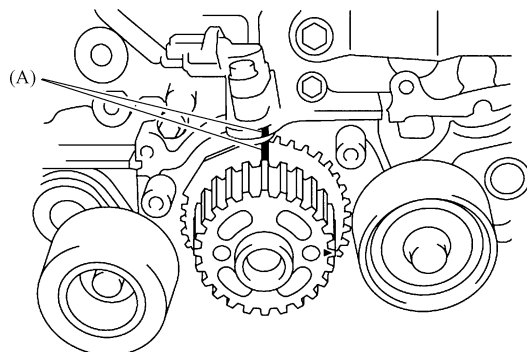

图 27-64 对齐定位标记
① 把曲轴链轮上的定位标记 A 与气缸体机油泵盖上的定位标记对齐, 如图 27-64 所示。